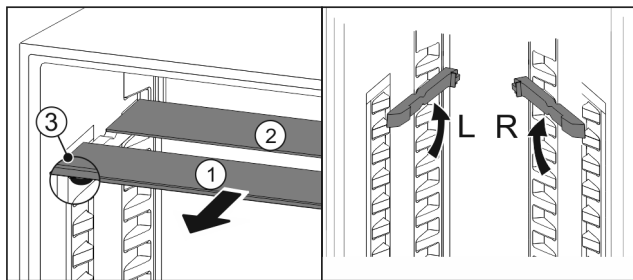

Fig. 94
- ▶ Húzza ki Fig. 94 (1) előre az üveglapokat egyesével.
- ▶ Az üveglap Fig. 94 (1) a díszleccsel előre néz.
- ▶ Az ütközők Fig. 94 (3) lefelé mutatnak.